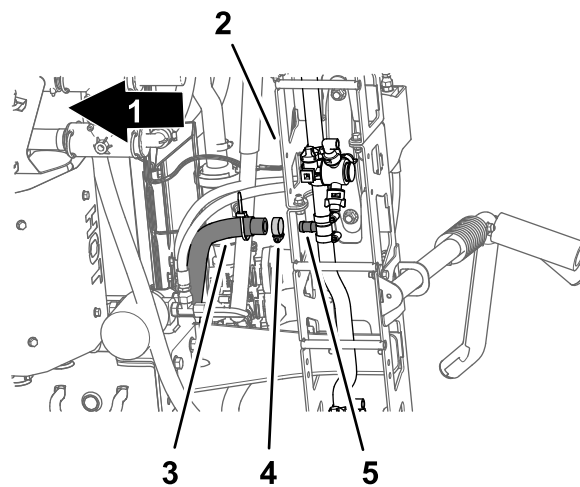

Рисунок 34
5. Под средней секцией опрыскивателя снимите шланговый хомут, который крепит шланг подачи средней секции опрыскивателя к тройнику типа «елочка» (Рисунок 34).